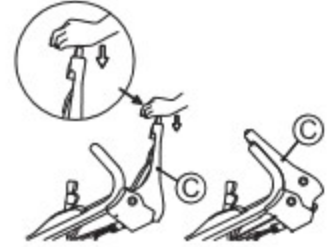

Fig. 5
3. Poussez le Levier de la lame (C) vers l'avant tout en appuyant sur son bouton jaune. (Voir Fig. 5)